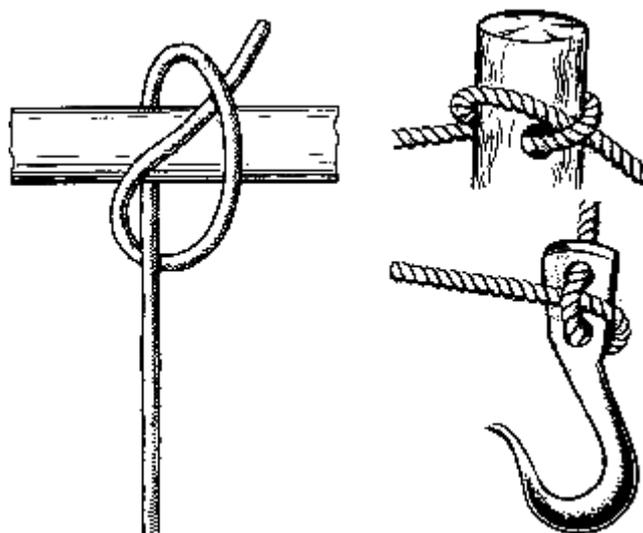

Рис. 44. Самозатягивающийся узел
**Самозатягивающийся узел** (рис. 44). Из всех примитивных узлов этот, пожалуй, самый оригинальный, что называется “проще не придумаешь”. К коренной части троса этого узла можно приложить тягу, соразмерную прочности троса, и он будет надежно держать. Чем больше тяга, тем сильнее шлагом прижимается свободный ходовой конец, узел сам себя затягивает. Это, по существу, простейшая форма удавки (см. рис. 65).